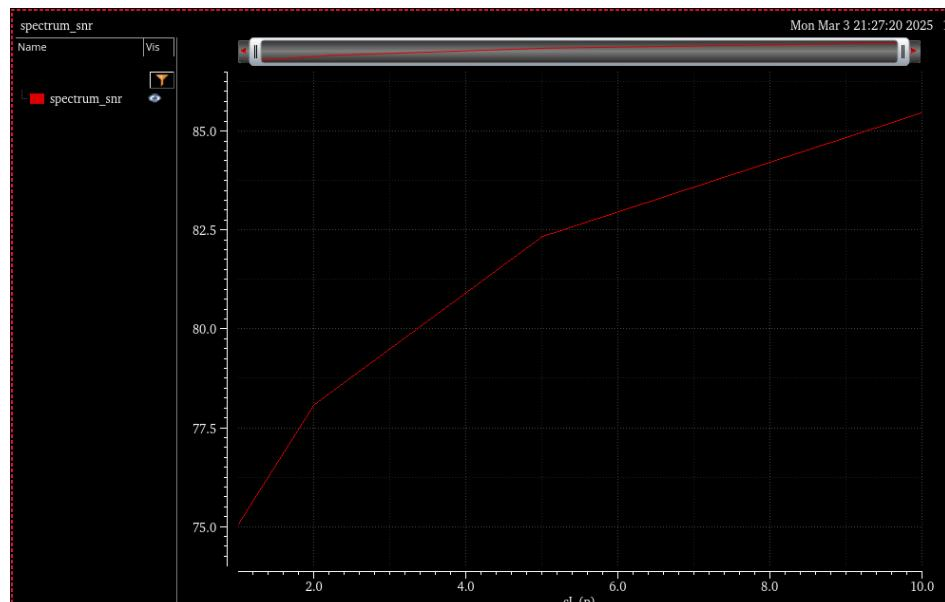
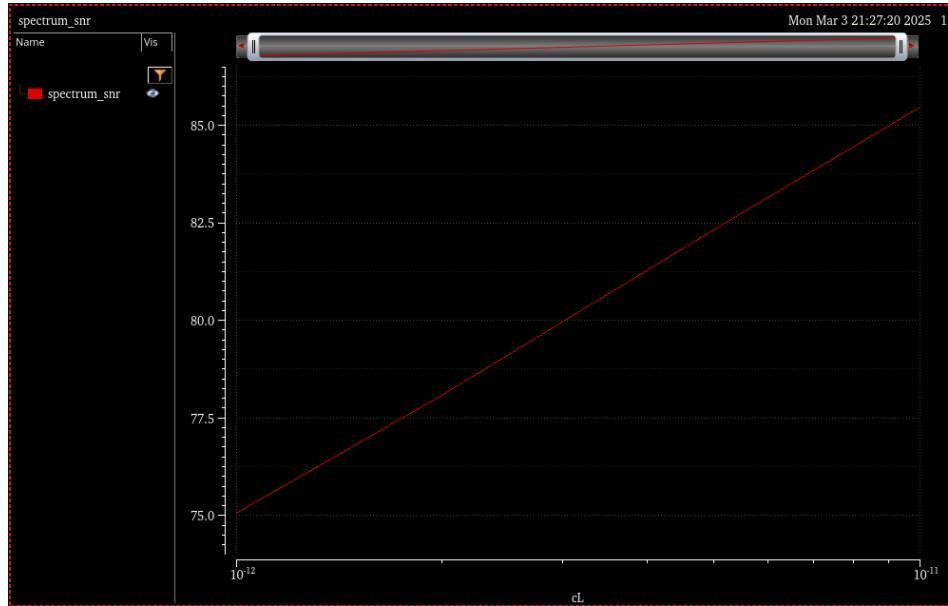

图 66 $\frac{kT}{C}$ 噪声仿真结果
图 67 $\frac{kT}{C}$ 噪声仿真结果的对数坐标
3. 仿真完成后, 如图 66 所示的仿真结果窗口将会弹出, 注意到该曲线类似对数函数曲线。为方便观察, 鼠标右键单击 SNR 变化曲线的横轴, 在右键菜单中选择 Log Scale, 如图 67 所示, 可以使用对数坐标轴。